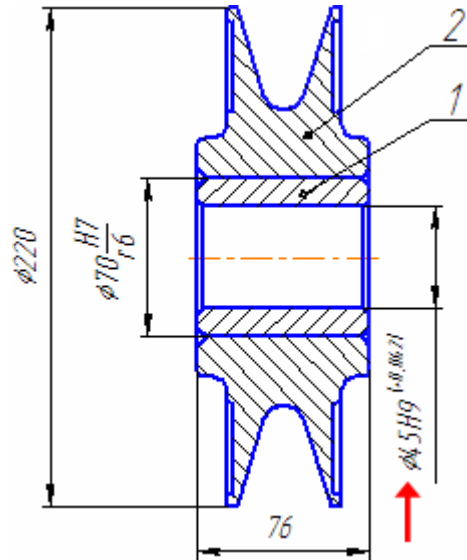

Рисунок 13.
- Чтобы проставить размер с квалитетом и предельным отклонением, после указания точек привязки размера, вновь зайдите в диалог Задание размерной надписи. Для этого щелкните мышью в поле Текст на Панели свойств (рис. 13).